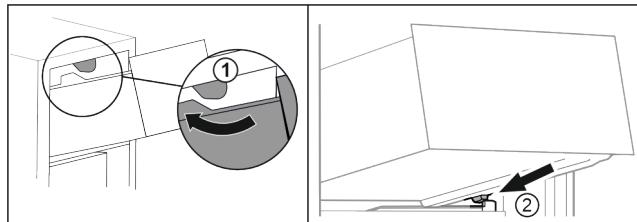

Fig. 101
- Schubfach um die oberen Stopper herumführen. Fig. 101 (1)
- Schubfach schräg hinter den unteren Stopfern auf Behälterrippe aufsetzen. Fig. 101 (2)